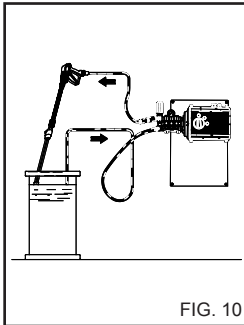

FIG. 10
**ANVENDELSE AF FROSTVÆSKE (fig. 10).**